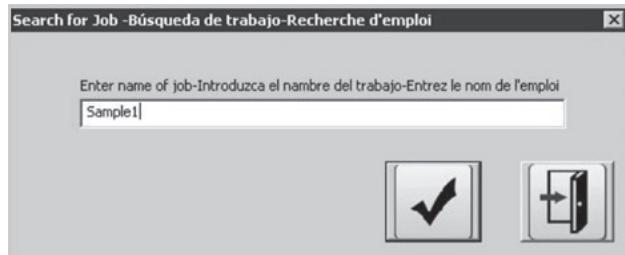
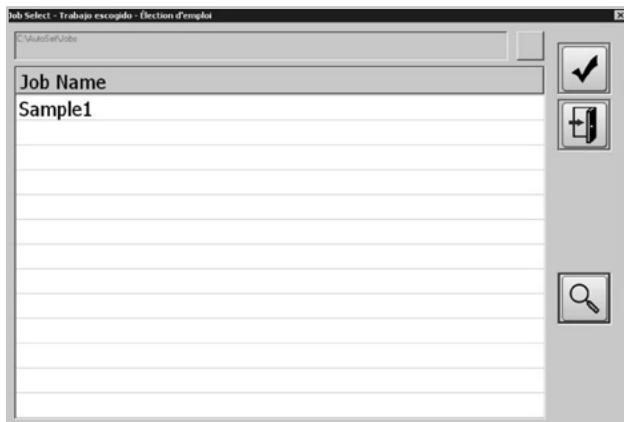

Figure 28
Figure 29
- Un menu contextuel apparaitra pour inscrire le nom du travail à chercher (Figure 28)
- Cliquer sur l'icône de sélection de travail (figure 28) pour voir si le travail est trouvé (figure 29)